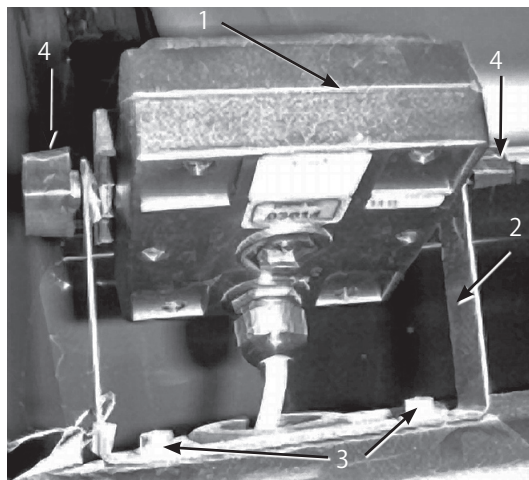

図3
1. モニタのブラケットをダッシュボードに取り付ける (図3:フランジヘッド・ボルト (1/4 x 3/4) 2本とフランジ・ナット (1/4) 2本を使用)。
2. キャリッジボルト、ゴム・ワッシャ、ノブ各2個を、図3および4のように仮止めする。
6. ブラケットにスプレープロを取り付け (図3)、ノブで固定する。